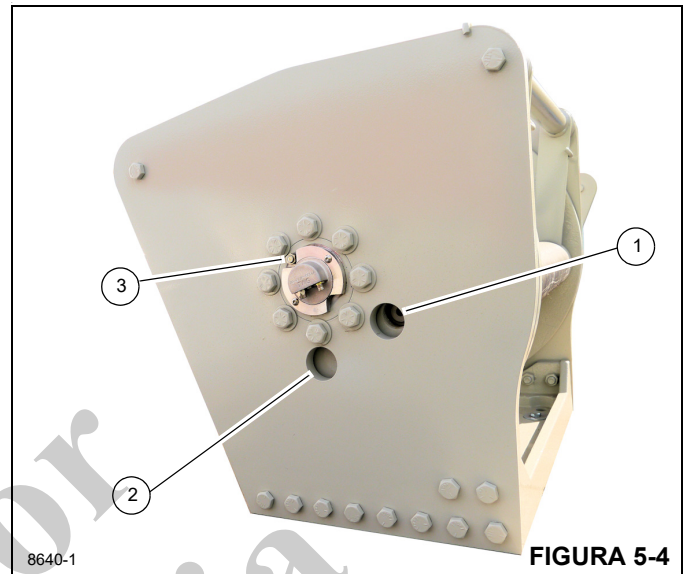

FIGURA 5-4
1. Gire el tambor hasta que el tapón de ventilación/llenado de aceite (1, Figura 5-4) sea visible en el agujero de inspección.
2. Retire el tapón de llenado/nivel (1) e inspeccione visualmente el nivel de aceite. El aceite debería estar al mismo nivel que el fondo del agujero de llenado/inspección. Si se necesita más aceite, agregue aceite. (Consulte la Tabla 5-2.)
3. Vuelva a instalar el tapón de llenado/nivel (1).
1. Para llenar con aceite, gire el tambor de manera que la lumbreira de llenado/nivel (1, Figura 5-4) del mecanismo sea visible a través del agujero superior.
2. Retire el tapón de llenado/nivel (1) con una llave de casquillo hexagonal.
3. Instale un tubo de 1 pulg con codo en el agujero de llenado (1) para ayudar a llenar con aceite.
4. Retire el tapón de ventilación (3) para ayudar a llenar con aceite.
1. Para vaciar y añadir aceite nuevo, retire el tapón de ventilación (3, Figura 5-4) como ayuda para vaciar el aceite.
3. Retire el tapón de vaciado (2) con una llave de casquillo hexagonal.
7. Instale el tapón de vaciado de aceite (2).
8. Instale un tubo de 1 pulg con codo en el agujero de llenado (1) para ayudar a llenar con aceite.
11. Instale el tapón de inspección (1).